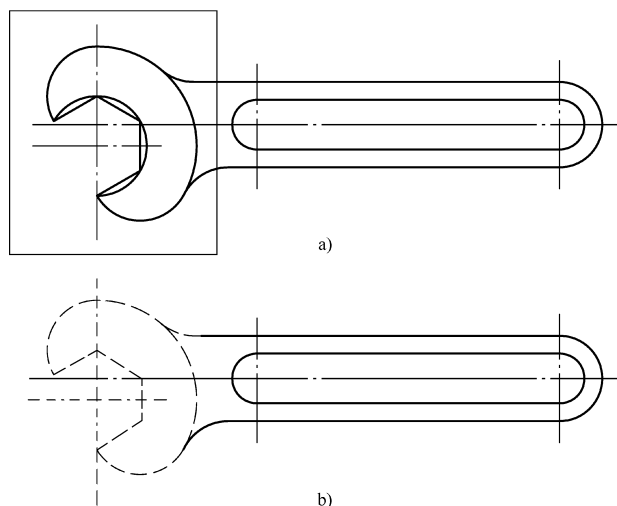
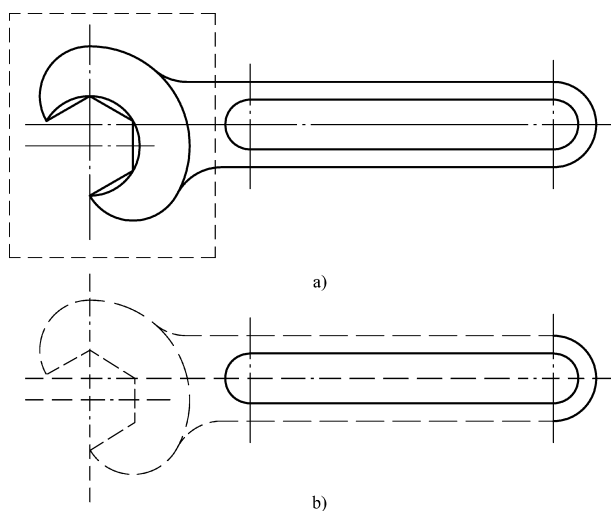

图 5-2 使用【窗口 (W)】选择对象
图 5-3 使用【窗交 (C)】选择对象
2) 【窗口 (W)】: 可通过两个角点绘制一个矩形窗口 (细实线框) 来选择对象, 所有位于矩形窗口内的对象被选中, 窗口外或只有部分在窗口内的对象则不被选中, 如图 5-2 所示。
3) 【上一个 (L)】: 可选取图形窗口内可见对象中最后创建的对象, 无论使用几次该命令, 都只有一个对象被选中。
4) 【窗交 (C)】: 使用交叉窗口选择对象, 与用窗口选择对象类似, 点取对角点顺序与窗口选择相反, 但使用此命令会使全部位于窗口之内或与窗口边界相交的对象全被选中, 并以虚线显示矩形窗口, 以此区别窗口选择, 如图 5-3 所示。